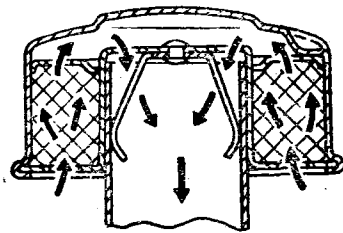

Рис. 20. Фильтр вентиляции картера двигателя.
4. Фильтр вентиляции картера (рис. 20) двигателя при каждом ТО-1 снимайте и, промывайте в керосине. Затем опустите в масло для двигателя, выньте и, дав стечь избытку масла, ставьте на место.